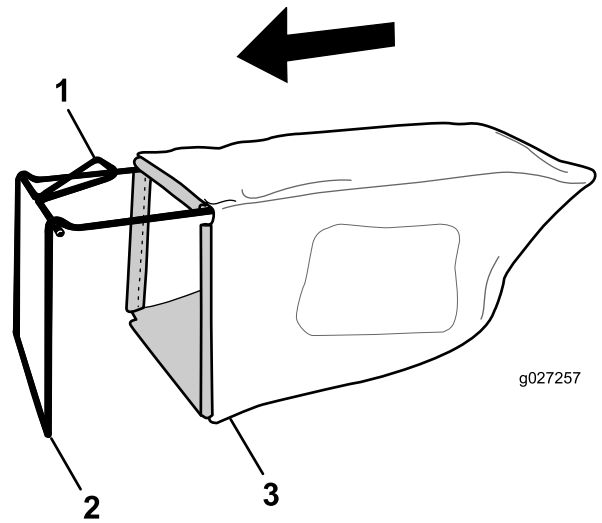

Figura 7
Nota: No coloque la bolsa sobre el manillar (Figura 7).
1. Coloque el recogedor sobre el bastidor, según se muestra en la Figura 7.